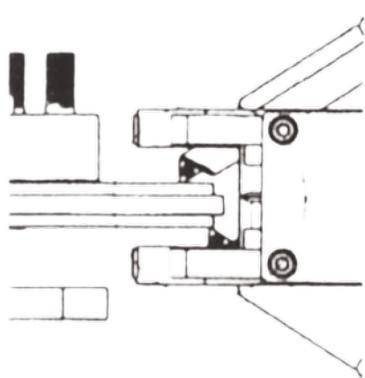

Рисунок 23. Неправильно
7.5.4 Отцентрируйте блок проточки CL-801 относительно тормозного диска согласно (рис. 23, 24).